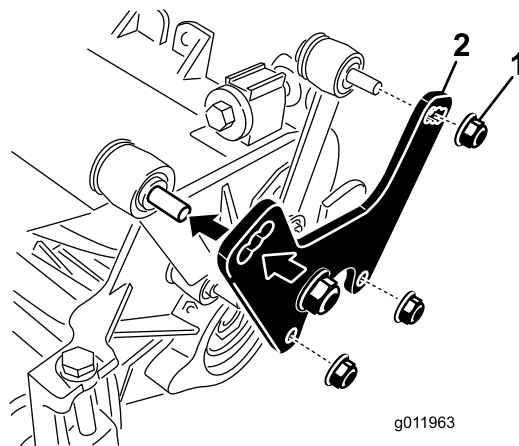

図 10
1. カuttingユニットのサイドプレートとキャリアフレームに昇降リンクを固定しているナットを外す図 10。